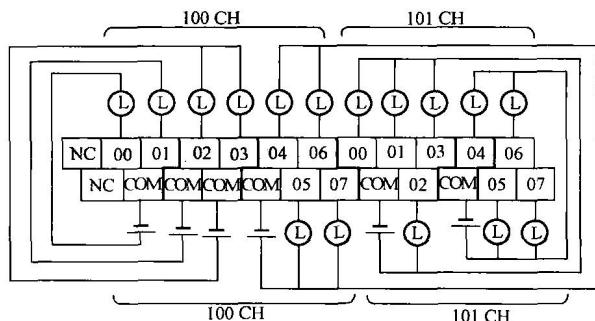

图 1-15 漏型晶体管输出及其负载的连接
2) 漏型晶体管输出及其负载的连接,如图 1-15 所示。作为脉冲输出使用的情况下,用 PLC 系统设定 [脉冲输出 0] ~ [脉冲输出 3] 进行设定。